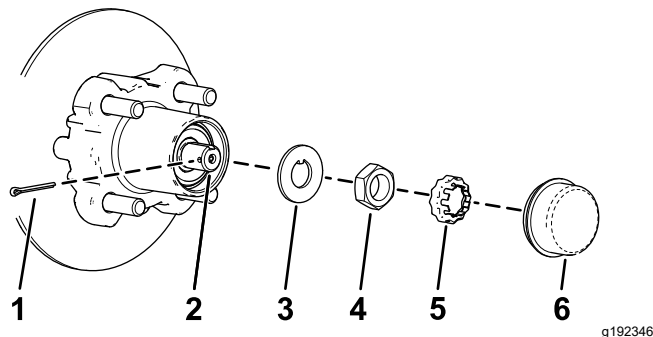
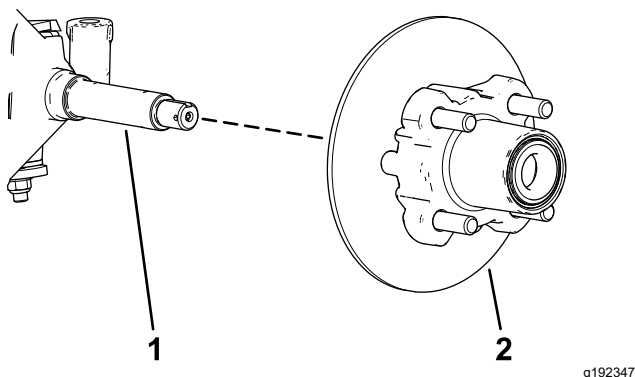

Figura 31
Figura 32
4. Retire el tapón guardapolvo del cubo (Figura 31).
5. Retire la chaveta y el retén del eje/tuerca del eje (Figura 31).
6. Retire la tuerca del eje, y separe el conjunto de cubo y rotor del eje (Figura 31 y Figura 32).